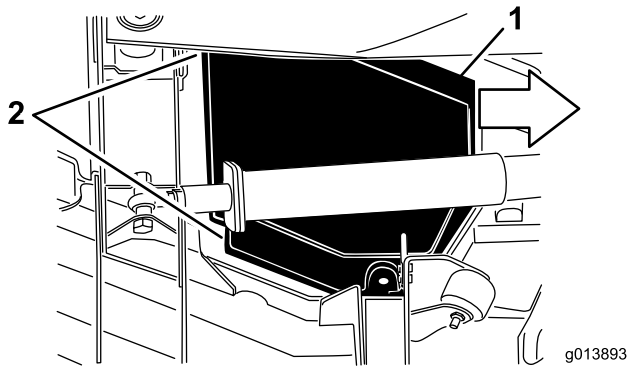

Bild 46
5. Schieben Sie die Abdeckung beim Anheben ungefähr 2,5 cm zur Zugmaschine, um die äußere Abdeckungskante vom Mähwerk auszuhaken (Bild 46).